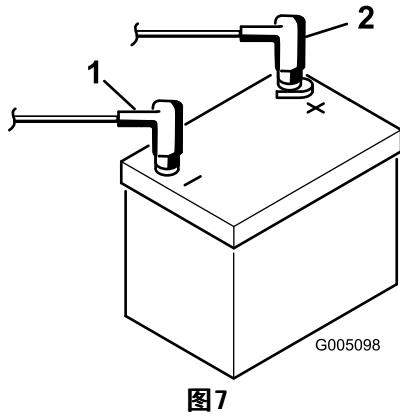

图7
8. 使用螺栓和螺母将正极（红色）接线连接到正极 (+) 电池端子，负极（黑色）接线连接到负极 (-) 电池端子（图7）。将橡皮套滑动到正极电池端子上，防止可能发生的短路情况。